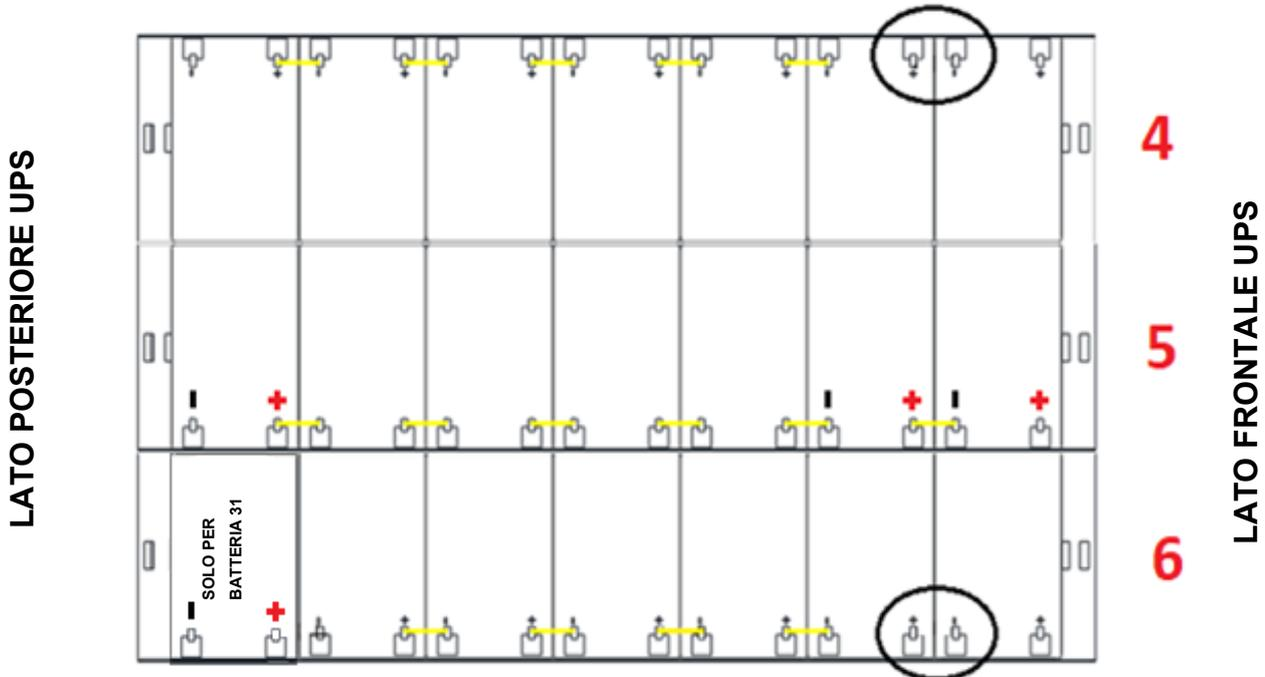

Figura 35 - Vista dall'alto Piano N°2
7) Sul Piano n°2 inserire i cassettei n°4-5-6 rispettando la posizione come dimostrato in figura 35.